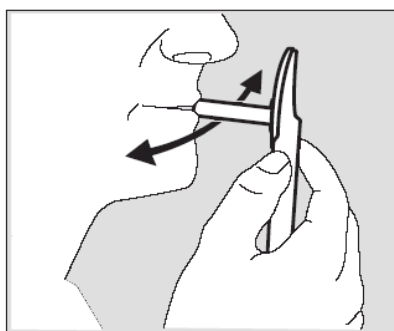

Рис.4
- Предложите освидетельствуемому поместить верхнюю часть устройства отбора слюны тест-кассеты в ротовую полость ближе к щеке и осторожно перемещать его с одной стороны ротовой полости в другую (Рисунок 4).